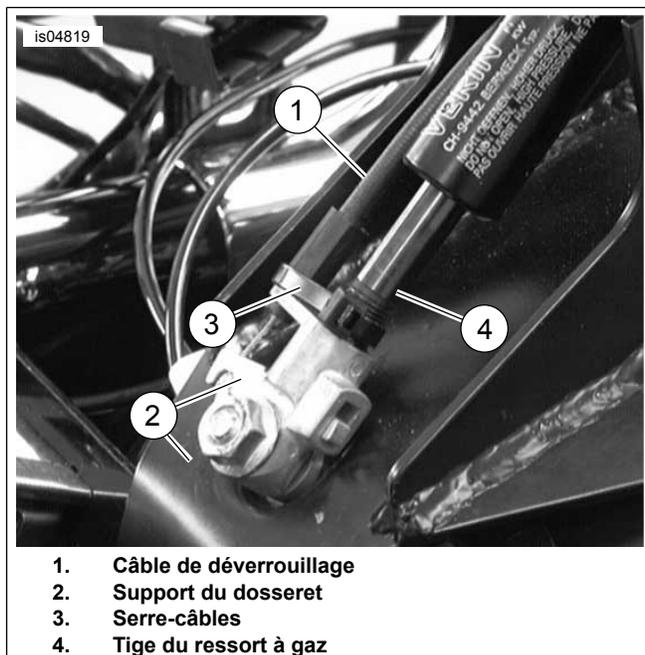

Figure 11. Fixer le câble sur le support du dossier
4. Voir Figure 11 . Fixer le câble de déverrouillage (1) sur le support de fixation du dossier (2) comme indiqué. Fixer soigneusement le câble sur la tige du ressort à gaz (4) à l'aide de la sangle de câble fournie (3).